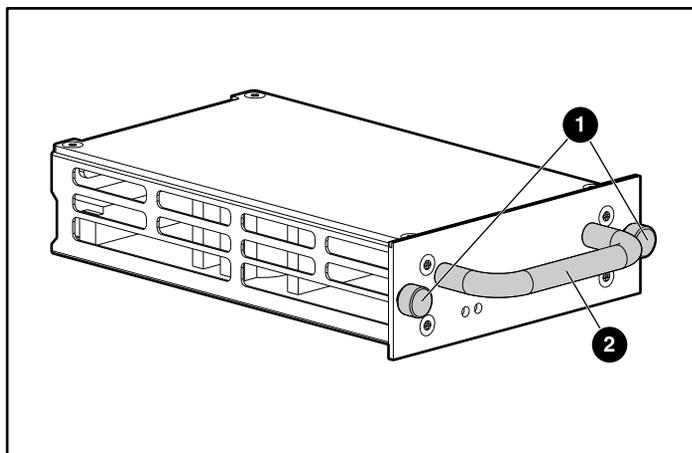
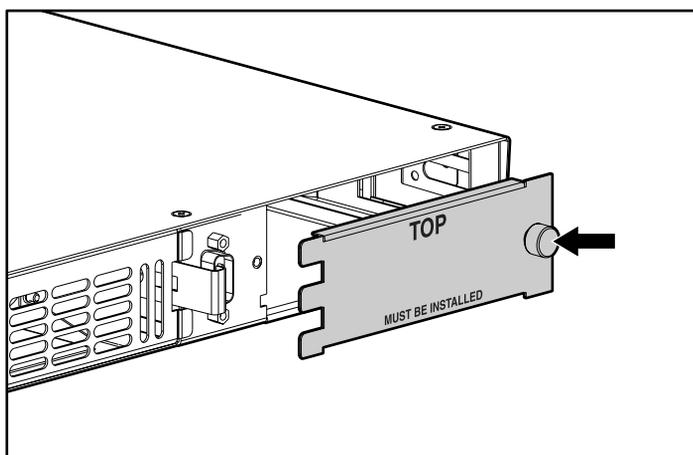

Figura 122: viti a testa piatta e maniglia di un modulo di alimentazione
Figura 123: viti a testa piatta del coperchio dell'alloggiamento dell'alimentatore
1. Allentare le viti a testa piatta **1** in senso antiorario sul modulo di alimentazione o sul coperchio dell'alloggiamento, come illustrato nella Figura 122 e Figura 123.
2. Per rimuovere un modulo di alimentazione, afferrare la maniglia ② illustrata nella Figura 122 ed estrarre il modulo finché non è fuoriuscito completamente dall'alloggiamento.
Per rimuovere il coperchio dell'alloggiamento dell'alimentatore, estrarre leggermente la parte con la vite, far scorrere il coperchio leggermente a destra, quindi rimuoverlo con cautela. Per un'illustrazione, vedere la Figura 123.
2. Estrarre il nuovo modulo di alimentazione dalla scatola di imballaggio e rimuovere il materiale di imballaggio dal modulo. Per un'illustrazione di un modulo di alimentazione, vedere la Figura 122.
3. Per installare un modulo di alimentazione, impugnare la maniglia  illustrata nella Figura 122, allineare la base del modulo al di sotto delle guide dell'apertura dell'alloggiamento e far scorrere il modulo all'interno dell'alloggiamento finché la superficie esterna non aderisce al lato anteriore del router.
Per installare il coperchio dell'alloggiamento dell'alimentatore, farlo scorrere con cautela finché non si blocca sul lato sinistro dell'alloggiamento. Verificare l'orientamento del messaggio di avvertenza, riportato nella Figura 123.